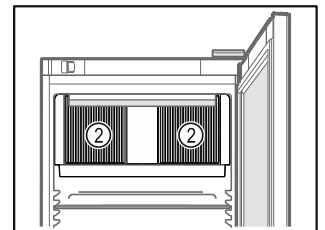

Fig. 76
- ❑ A belső térben lévő keringető ventilátor szellőzőnyílásait Fig. 76 (2) tartsa szabadon.